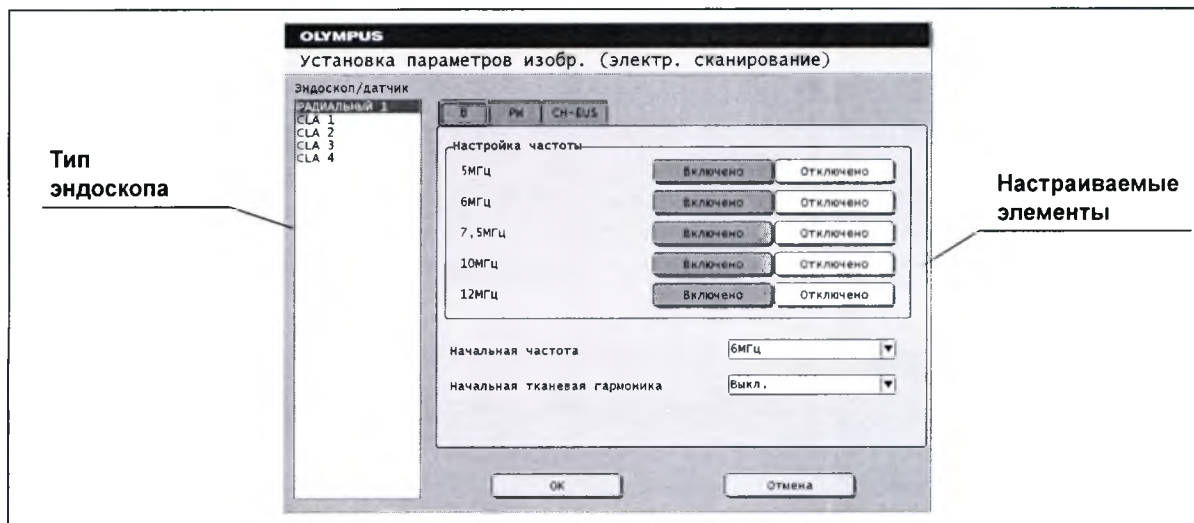

Рисунок 4.16
- На рис. 4.16 показан пример, когда выбран тип RADIAL 1 (Радиальный 1). Выбранный тип эндоскопа выделяется.